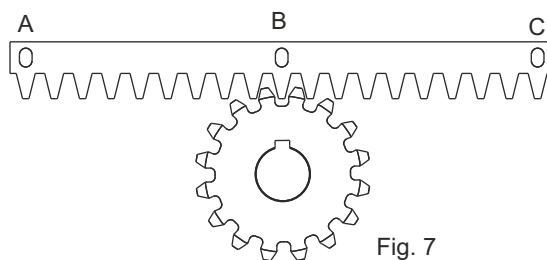
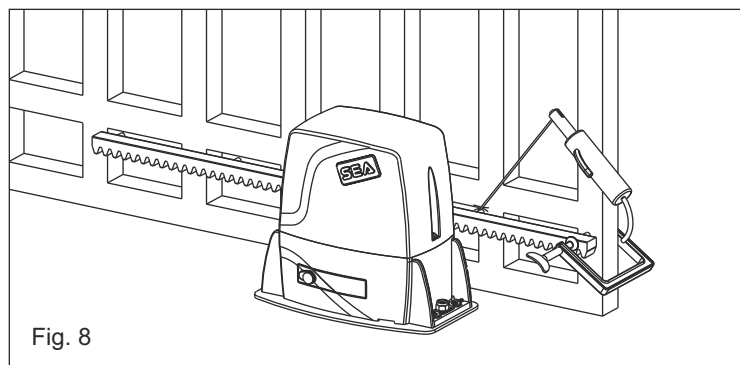

Fig. 7
Fig. 8
5.3. Poser l'élément de la crémaillère sur le pignon denté du motoréducteur de façon qu'il résulte parallèle à la guide du pavement du portail et le positionnant comme dans Fig. 7 pointer par soudure électrique le cliquet central "B" à la structure du portail (Fig. 8).